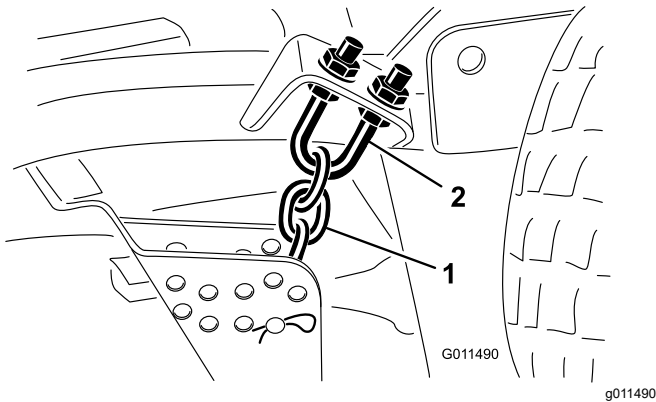

Bild 87
1. Lockern Sie die Klemmmuttern an der Ober- oder Unterseite des U-Bügels an der Schnitthöhenkette (**Bild 87**).